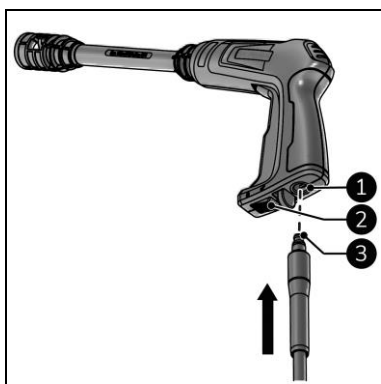

Figure 10
1. Assurez-vous que le verrouillage de sécurité sous la gâchette est bloqué (figure 10, pos. 2).
2. Raccordez le tuyau haute pression (figure 10, pos. 3) au pistolet à jet (figure 10, pos. 1).